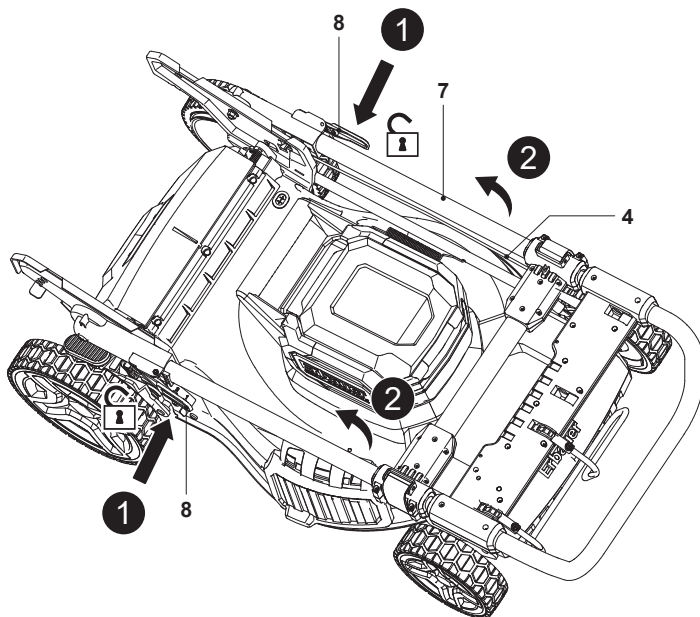

Fig. 1
1. Appuyer sur les deux leviers de verrouillage (8) et les désengager des deux côtés du guidon inférieur (7) (Fig. 1, étape 1).
2. Maintenir les deux leviers de verrouillage (8) et relever le guidon dans le sens inverse des aiguilles d'une montre pour qu'il quitte sa position de verrouillage (Fig. 1, étape 2). S'assurer que le cordon de commande (4) passe sur le guidon inférieur (7).